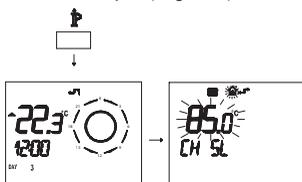

Fig. 2.54
- 1 Нажать на более чем на 3 секунды кнопку IP для вход в режим **ИНФОРМАЦИЯ** ( Fig. 2.54).